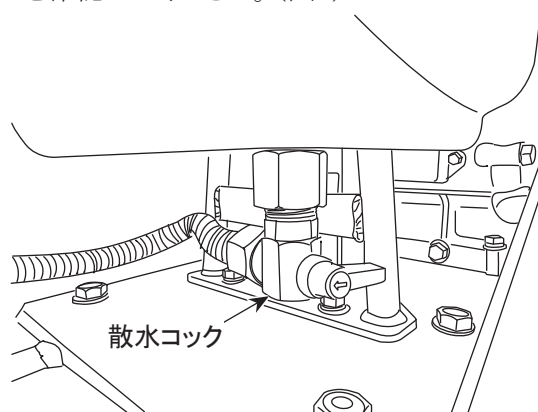

図 4
2. 散水コックを開き、散水パイプが詰まっていないことを確認してください。(図4)